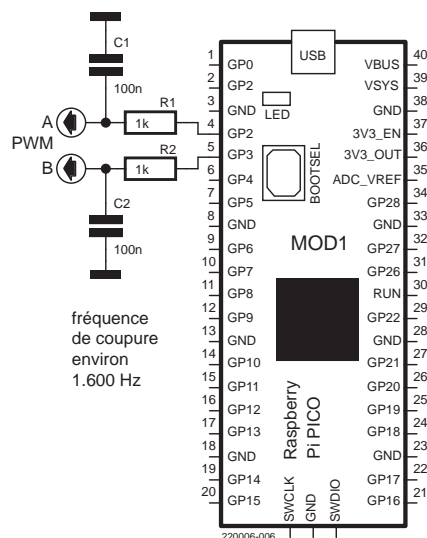

Figure 4. Deux filtres passe-bas pour les signaux de débogage CN/A-PWM.
**CN/A PWM** : lorsqu'aucun écran LCD n'est connecté, il est possible d'utiliser les CN/A avec des signaux modulés en largeur d'impulsion (PWM) pour faciliter le débogage. Nous avons mis en place deux CN/A PWM avec les filtres passe-bas associés comme le montre la **figure 4**. En utilisant GPIO 2 et GPIO 3 comme sorties PWM, par exemple, le signal démodulé et les signaux Bit-Timer peuvent être affichés sur un oscilloscope (**figure 5**).